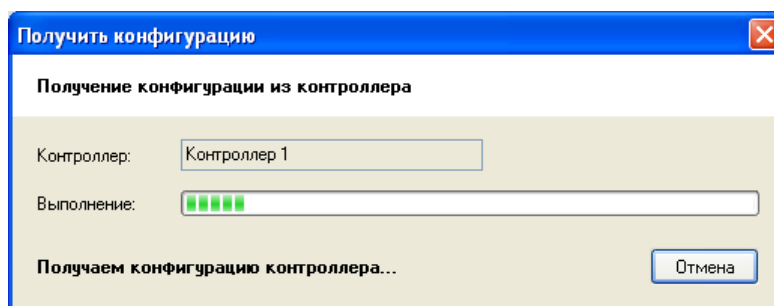

Рисунок 25
- 9) Нажмите кнопку "Выбрать" диалога "Выбор контроллера", на экране отобразится процесс чтения конфигурации (см. Рисунок 25), и дождитесь окончания обмена данными с контроллером.